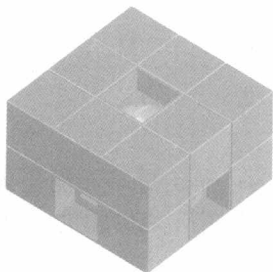
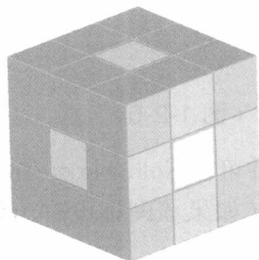

图 1-3-3
图 1-3-4
- (3) 顶面装配，依次将 4 个角色块和 4 个棱色块摆放好，将 1 个中心色块外套插入并拧入螺钉，如图 1-3-3 所示。
- (4) 使用步骤 (3) 同样的方法装配底面的 9 个色块。
- (5) 插入 6 个中心色块的嵌体，完成后如图 1-3-4 所示。